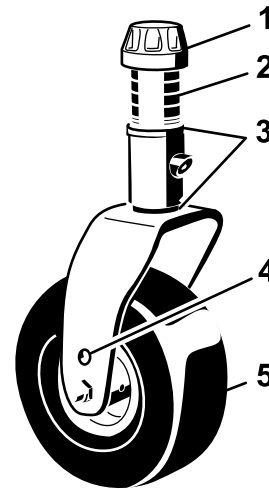

Bild 16
5. Entfernen Sie die Spannkappe von der Spindelwelle und ziehen die Spindel aus dem Laufradarm heraus (Bild 16).